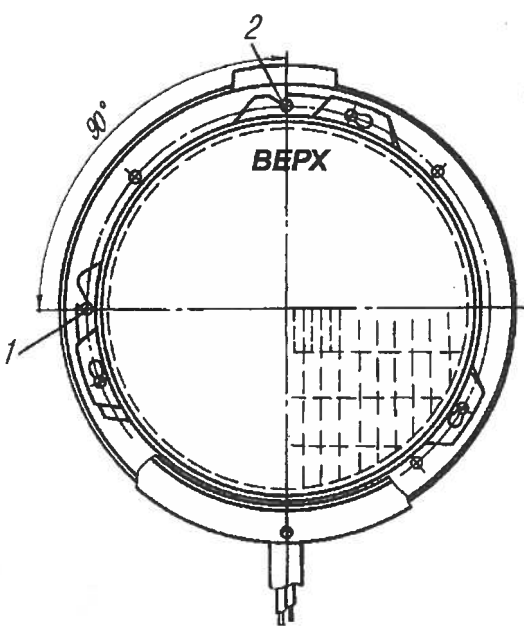

Рис. 87. Фара:
**Фары.** Направление света фар регулируется двумя винтами, помещенными под ободком фары. Винт 2 (рис. 87) предназначен для регулировки направления света в вертикальной плоскости (вверх и вниз), а винт 1 — в горизонтальной плоскости (вправо и влево).